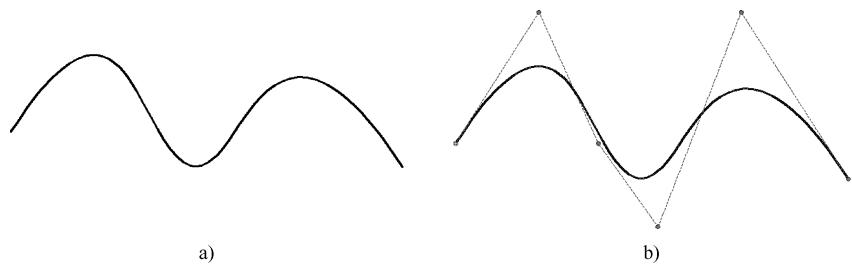

图 6-7 样条曲线被选后的控制点显示情况
- “选择样条曲线”：选择需要编辑的样条曲线。被选样条曲线显示出控制点，如图 6-7 所示。